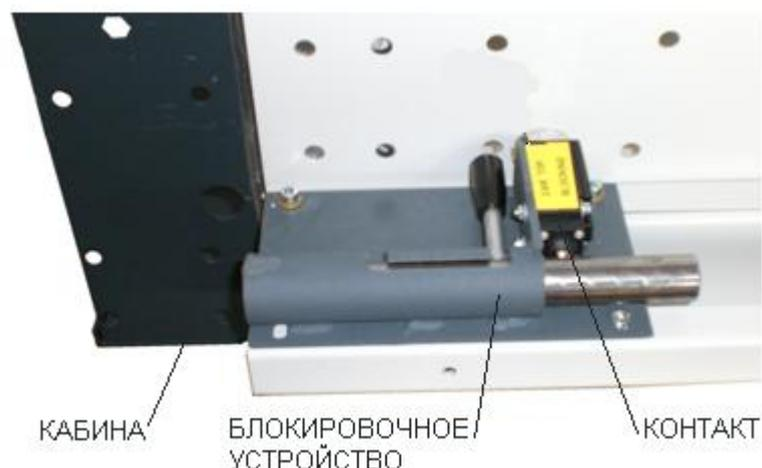

Рис.17
**Блокировочное устройство кабины** представляет собой выдвижной штырь, при установке которого предотвращается движение вниз кабины при обслуживании лебёдки персоналом с крыши кабины (см.рис.17). Блокировочное устройство кабины имеет выключатель, контакт которого заведён в цепь безопасности. При установке штыря, движение кабины при любом режиме невозможно.